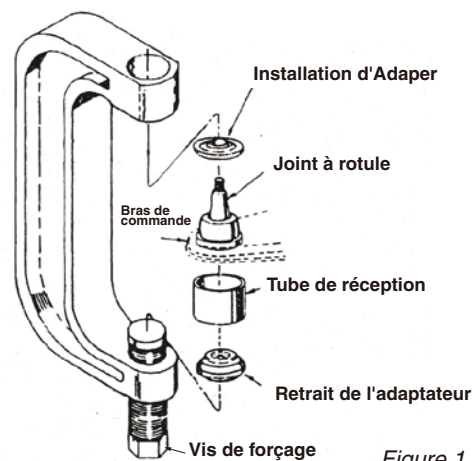

Figure 1
1. Assemblez la presse à rotule sur le bras de commande comme indiqué dans la figure 1. Sélectionnez la taille appropriée du tube de réception parmi des ensembles tels que MBP1000, BPS400, MBJA20 et plus, et le positionner sous la rotule du véhicule comme indiqué.